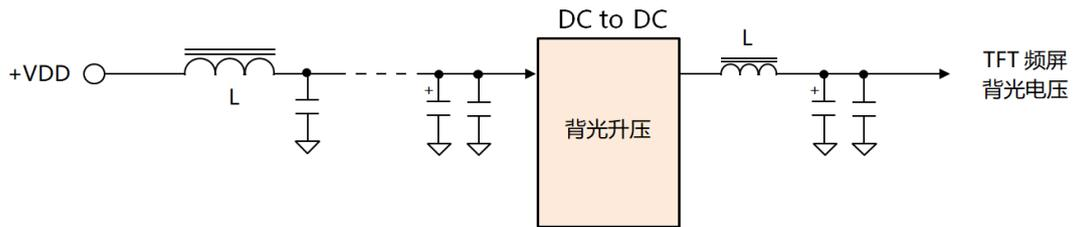
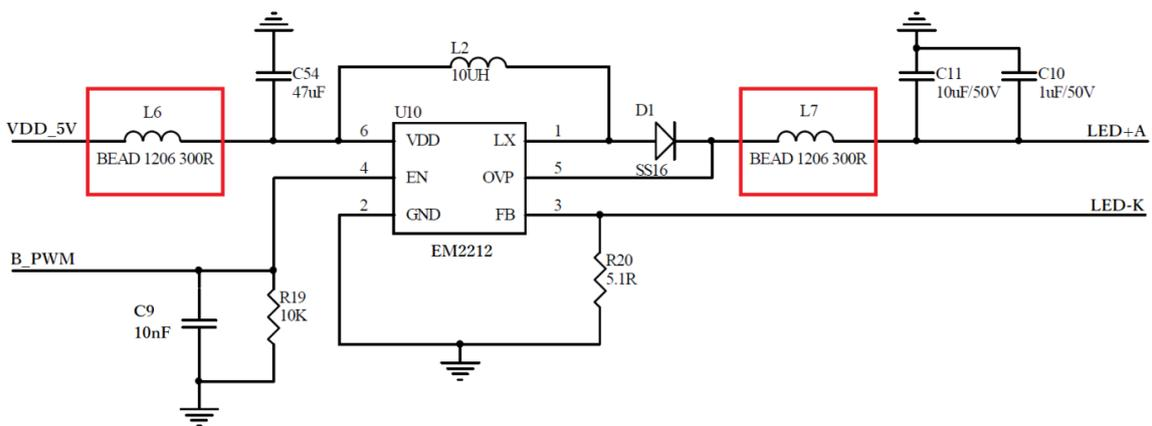

图 2-21: TFT 屏背光的 DC to DC 电源输入、输出端加上 LC 电路
图 2-22: TFT 屏背光的 DC to DC 电源电路范例
- 产生 TFT 屏背光的 DC to DC 电源输入端、输出端除了原有的滤波电容外, 再加上扼流圈 (磁珠) 及 (如图 2-21、图 2-22)。